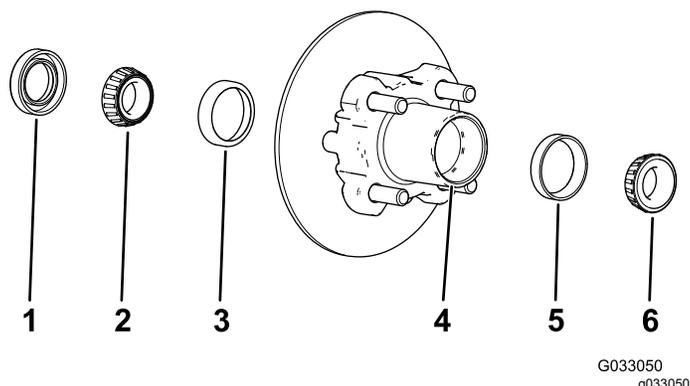

Рисунок 29
1. Снимите наружный подшипник и кольцо подшипника со ступицы (Рисунок 29).
2. Снимите уплотнение и внутренний подшипник со ступицы (Рисунок 29).
5. Очистите полость ступицы от всей консистентной смазки, грязи и мусора (Рисунок 29).
7. Заполните полость ступицы на 50–80% консистентной смазкой указанного типа (Рисунок 29).
8. Установите внутренний подшипник на кольцо с внутренней стороны ступицы и установите уплотнение (Рисунок 29).